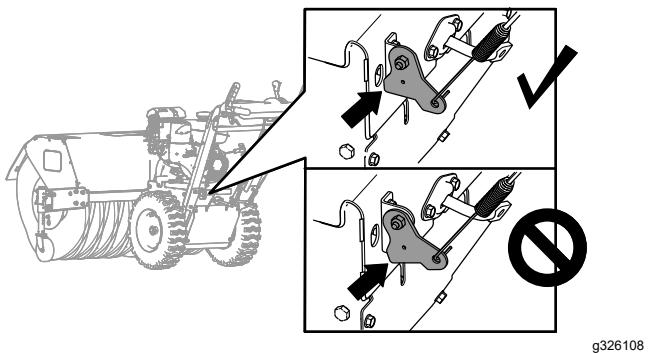

Figura 33
- Controllate lo spazio libero presente tra la parte inferiore della staffa del cavo di trazione e la piastra superiore della macchina (Figura 33).